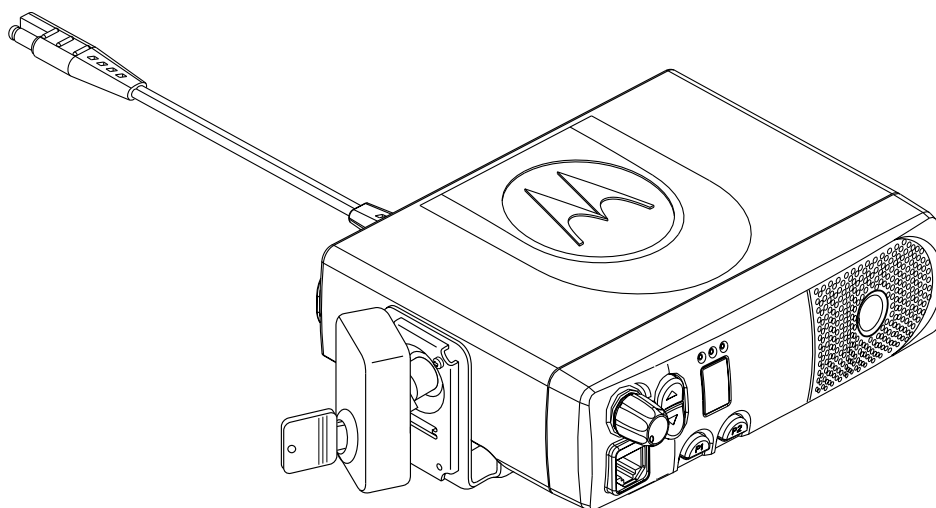

Figura 3-3. Soporte de montaje con cerradura (RLN4779)
6. Si usa un soporte giratorio con cerradura, asegure el radio en el soporte de montaje; para ello cierre la caja de la cerradura y pásele la llave provista (Figura 3-3).